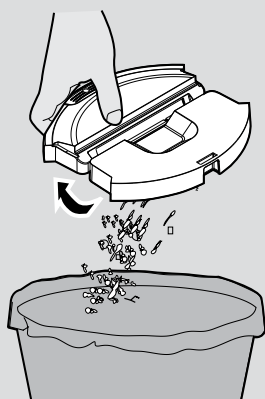
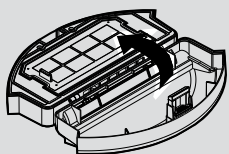

Fig. 8
Fig. 9
3. Vacíe el depósito en el cubo de la basura. [Fig. 8]
2. Vaciar el contenedor de polvo. [Fig. 8] Abra el depósito de polvo, retire la malla filtrante con el filtro juntos, luego retire el filtro EPA de la malla filtrante y límpielos por separado. El montaje se realiza en orden inverso, asegúrese de que el filtro está montado correctamente. [Fig. 9]